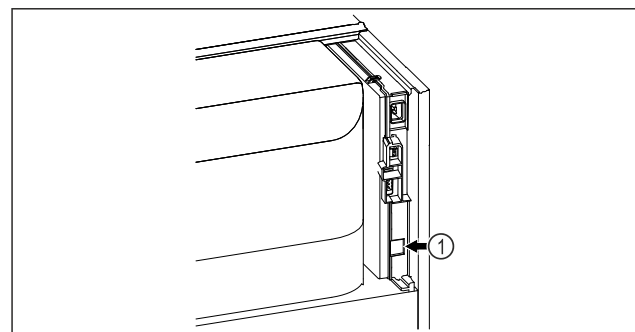

Fig. 90
- ❑ SmartModule Fig. 90 (1) ist eingesetzt.